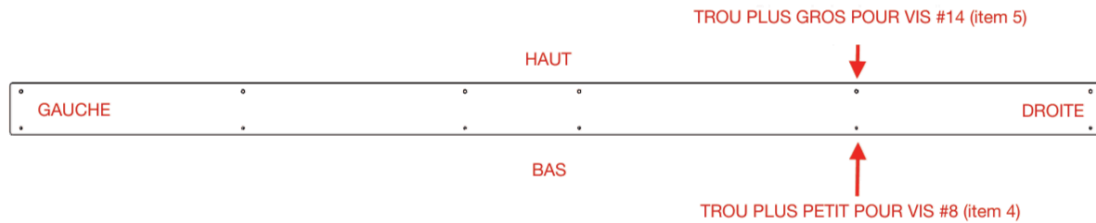

Figure 10 Positionnement du contour #4
- a. Préparer le positionnement du contour du bas #4 pour l'échangeur, selon la Figure 10.